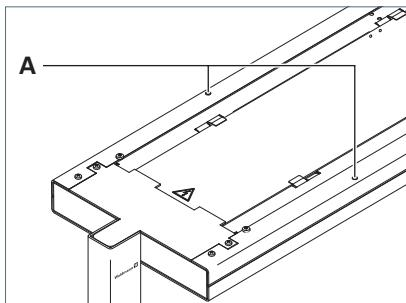

Fig. 12: Ajuster la tête du luminaire.
- ▶ Pour soulever la tête du luminaire, tournez les vis de réglage **A** dans le sens inverse des aiguilles d'une montre, voir Fig. 12.